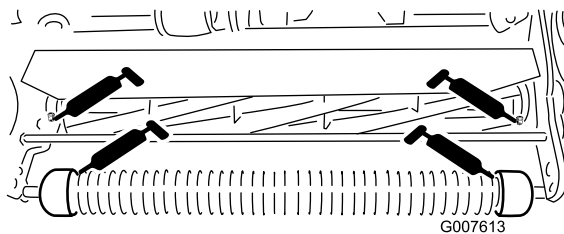

图24
- 前滚筒上 2 个（图24）
- 滚刀轴承上 2 个（图24）